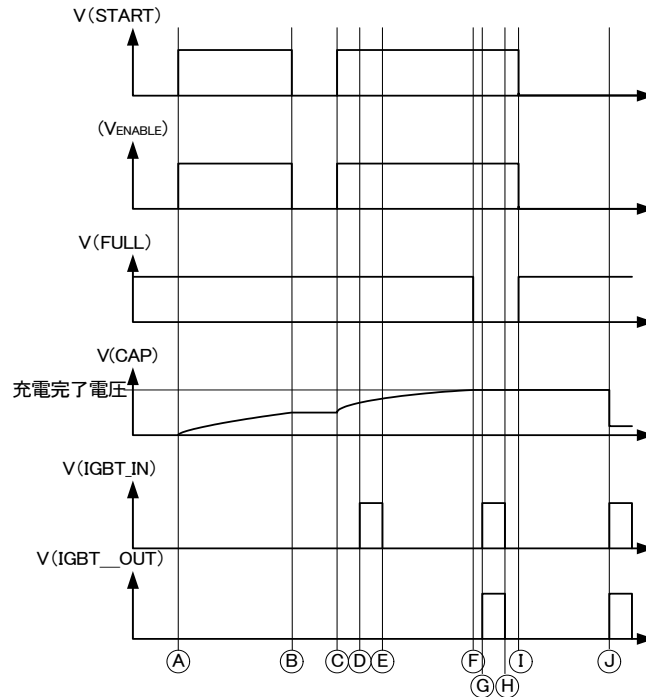

図 31. タイミングチャート 1 : 全体的な動作
本 IC は START 端子を” H” にすることにより充電動作を開始します (図 31. 時間 A, C 参照)。充電動作を維持する為には START 端子を” H” にしておく必要があります (図 31. 時間 A~B, C~D)。なお、①~③の条件のいずれかが満たされた場合、充電動作が停止します。
- ① START 端子を” L”。
- ② 充電完了。VC 端子電圧が規定電圧に到達 (図 31. 時間 F 参照)。
- ③ 保護回路が動作した場合 (図 31 及び保護回路について参照)。
再充電を行う場合、START 端子を再び” L” →” H” にすることにより充電動作が再開されます (図 31. 時間 C 参照)。また、充電完了後に START 端子を一度” L” にすると、FULL 端子が” L” →” H” になります (図 31. 時間 F~D)。FULL 端子が” L” →” H” となった後は、トランスの 2 次側電圧と SW 端子電圧は共振している為、20μsec 後に START 端子を” L” として下さい。
本 IGBT ドライバは下記の①の条件を満たした時または②~③の条件を全て満たした時に IGBT_IN 端子を” H” にすることで IGBT_OUT 端子に” H” が出力されます (図 31. 時間 C, D 参照)。
- ① 満充電検出し、FULL 端子が” L” 出力となり、START 端子が” H” のとき。(図 31. 時間 C 参照)
- ② 満充電検出していない状態 (FULL 端子が” H”) で、START 端子が” L” のとき (図 31. 時間 D 参照)。
満充電検出していない状態 (FULL 端子が” H”) で START 端子が” H” のときに IGBT_IN 端子を” H” としても、IGBT_OUT 端子は” L” のままとなり、発光しません (図 31. 時間 E)。